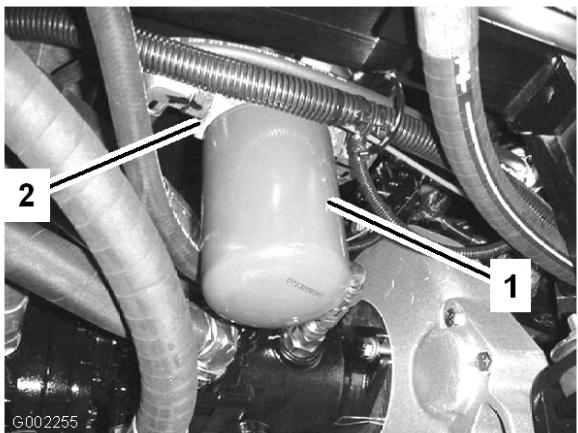

Figure 58
- Nettoyez la zone autour de la surface de montage du filtre (Figure 58).
4. Retirez le filtre (Figure 58).
5. Lubrifiez le joint du filtre neuf (Figure 58).